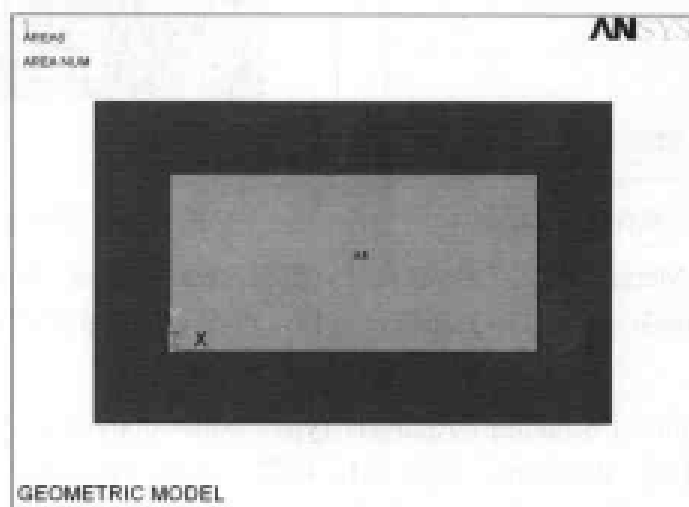

图 12-54 生成的几何模型结果显示
(6) 选择 Utility Menu | File | Change Title 命令, 出现 Change Title 对话框, 在文本框中输入 GEOMETRIC MODEL, 单击 OK 按钮关闭该对话框。
(7) 选择 Utility Menu | Plot | Areas 命令, 生成的几何模型如图 12-54 所示。